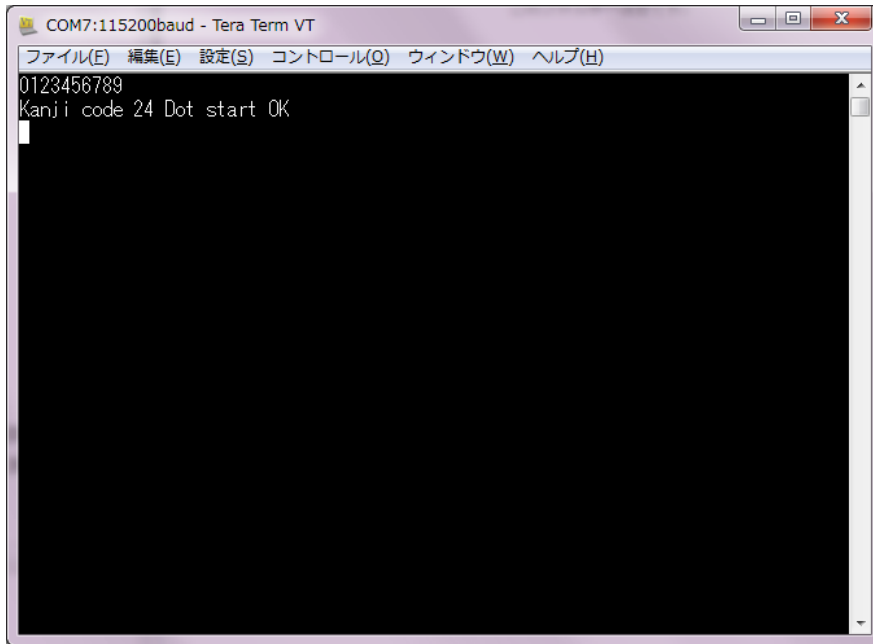

图 5-1
- (1) 首先，需要将初学者工具包附赠的 CD-ROM 中的 24 点阵字体数据文件 font24.bin 复制到 microSD 卡的根目录下。24 点阵字体数据文件 font24.bin 包含 12×24 点阵半角字体数据(不含半角假名)和 24×24 点阵全角字体数据 (JIS 一级、二级)。
- (2) 确认 LCDC 基板的电源处于断开状态，然后将 microSD 卡插入 microSD 卡接口 (CN2)。
- (3) 接通 LCDC 基板的电源，然后启动“4. 动作确认方法”中说明的通信软件。
- (4) 如图 5-1 所示输入字符“0123456789”后，按下回车键发送字符。这时，“Kanji code 24 Dot start OK”这段字符串从 LCDC 基板被返送，并显示在通信软件的画面上。